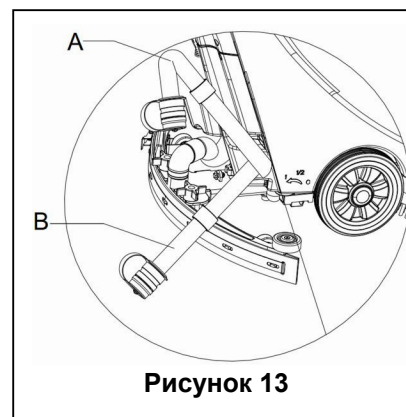

Рисунок 13
5. Отключите сливной шланг от фиксатора, согните верхнюю часть сливного шланга (как показано в **А, рисунок 13**), а затем откройте крышку сливного шланга, опустите сливной шланг на низкий уровень или на землю, для того, чтобы слить воду. Кроме того, сразу установите сливной шланг в низкой позиции или на земле, чтобы сделать спускающийся выход воды (как показано в **В, рисунок 13**), а затем откройте крышку отверстия для слива воды, для отвода сточной воды в резервуаре. После завершения слива, используйте чистую воду, чтобы очистить резервуар для грязной воды.